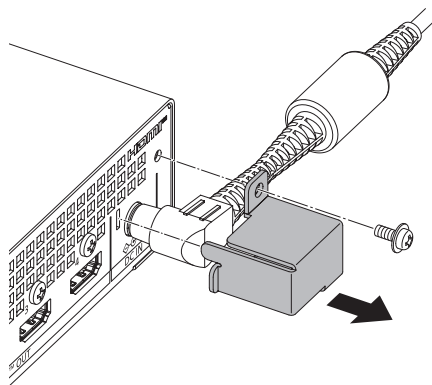

Fig. 1
1) **Rimuovere la staffa di fissaggio dell'adattatore CA (Fig. 1).**